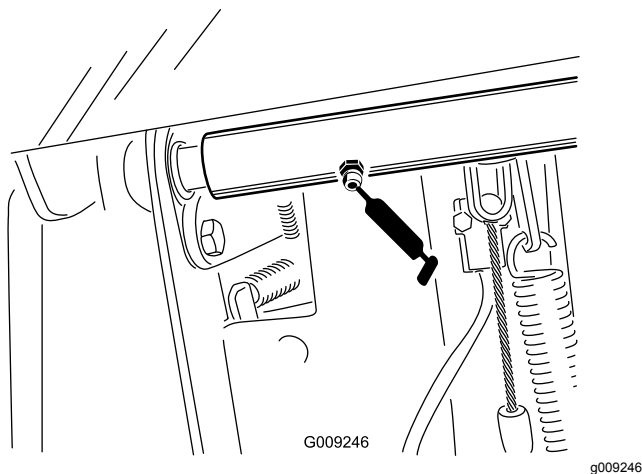

Figura 62
- Cojinetes del eje de pivote del pedal de freno (2) (Figura 62)